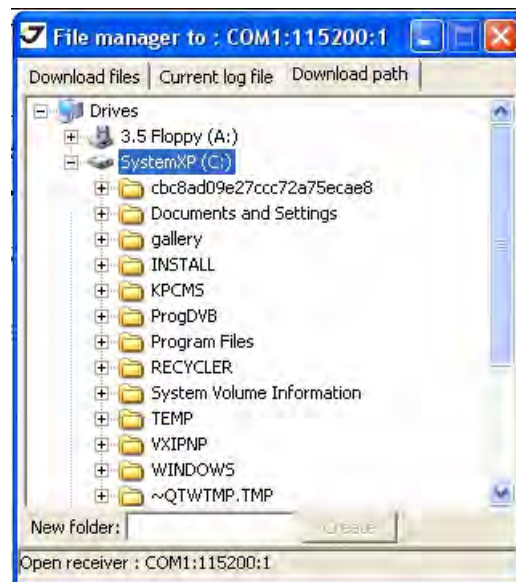

Рисунок 47. Закладка *Download path*
4. Найдите папку или создайте новую (используйте кнопку *Create*) в которую будут выгружаться файлы. (Рис. 47).